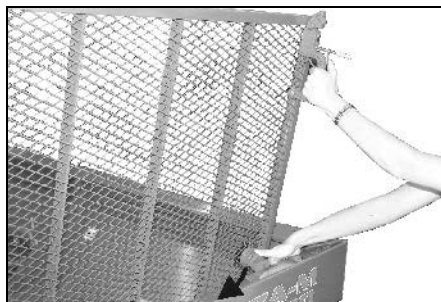

Fig. 15
- Tryck ner spärren för skyddsgallret innan skyddsgallret stängs (Fig. 15).